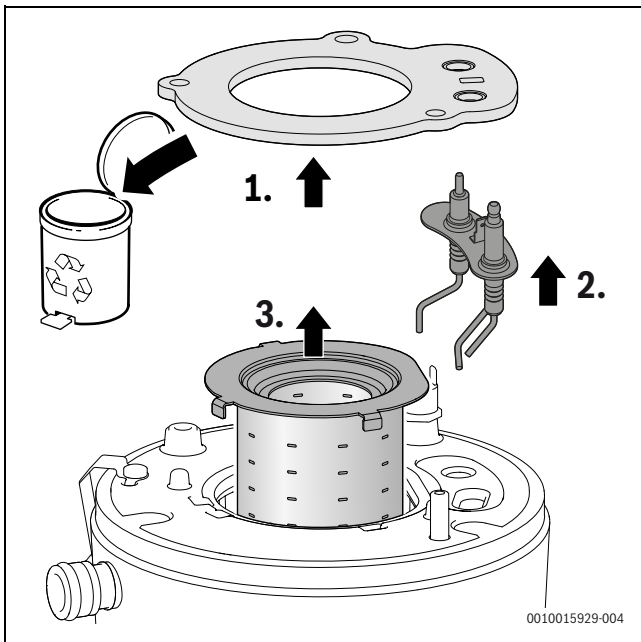

Bild 63 Brenner herausnehmen
- ▶ Dichtung abnehmen und entsorgen (→ Bild 63, [1]).
- ▶ Elektroden-Set abnehmen (→ Bild 63, [2]).
- ▶ Brenner herausnehmen (→ Bild 63, [3]).